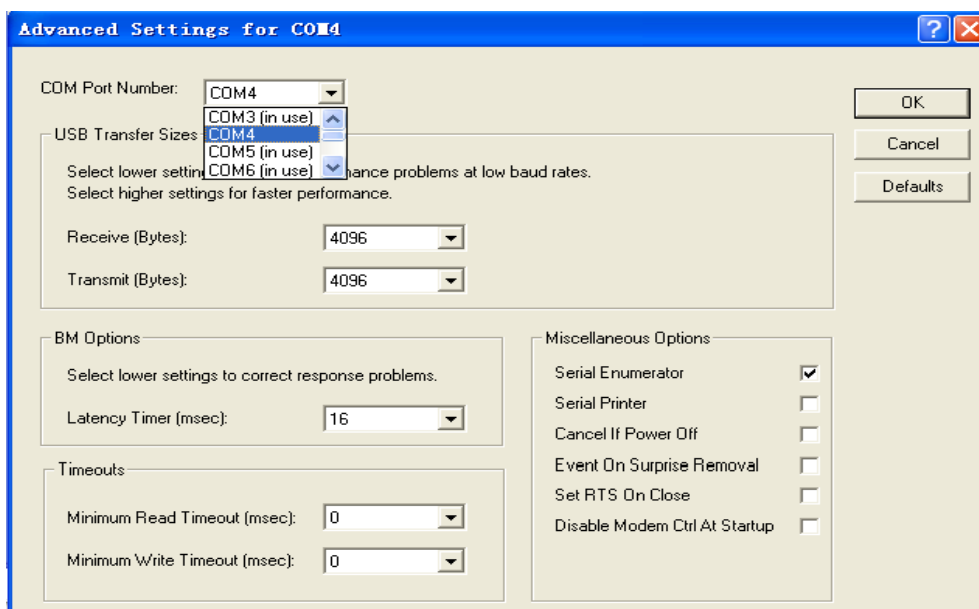

图 3-26
2、单击 “Advanced...”，跳出 Advanced Settings for COM4 对话框，在 COM Port Number 的选项框里选中你要设定的端口数，显示如图 3-26；